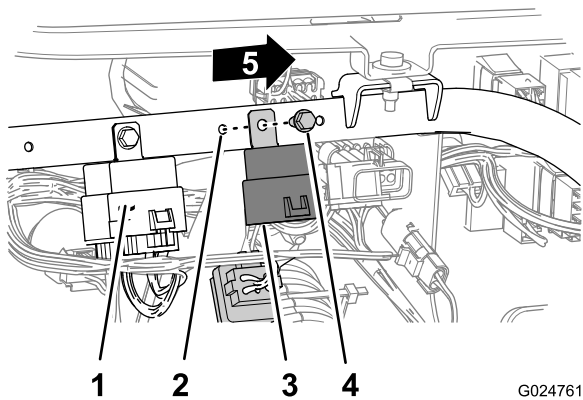

Figura 37
1. Allineate il foro nel relè del differenziale anteriore con il foro nel tubo di supporto cruscotto nella parte esterna del relè già presente sulla macchina (Figura 37).
- Fissate il relè alla macchina (Figura 37) con il bullone a testa esagonale con rondella (1/4 x 5/8 poll.).